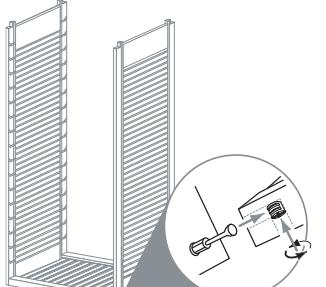

**FIG. 3.1**
- Installer les boulons de came à leur place au bas des montants de la Tour jusqu'à ce qu'ils soient serrés. (Fig. 3.1)